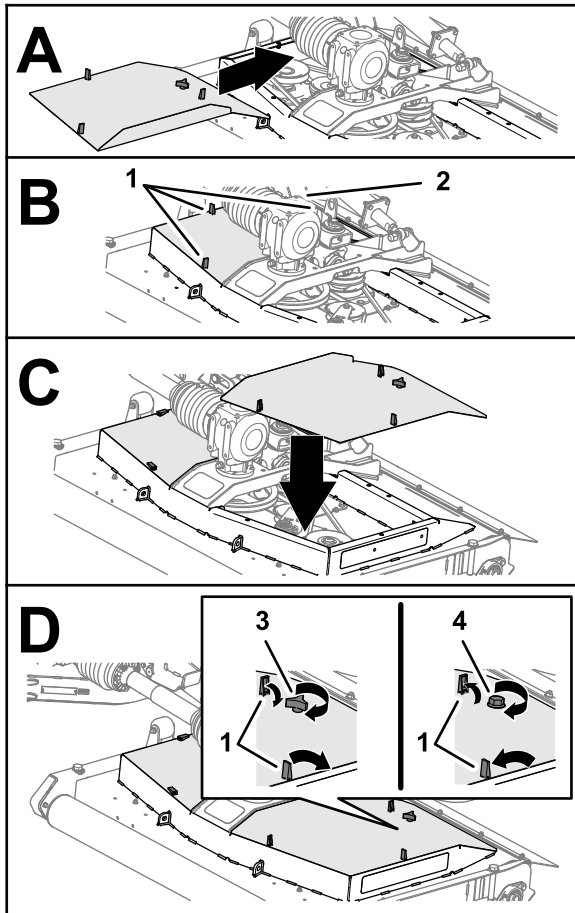

Bild 41
1. Richten Sie die Verriegelungen der Mähwerksabdeckung an den Löchern im Mähwerk aus (Bild 41).
2. Befestigen Sie die Mähwerksabdeckung am Mähwerk (Bild 41).
3. Befestigen Sie die Abdeckung (Bild 41) wie folgt:
4. Schließen Sie die drei Verriegelungen der Abdeckung am Mähwerk (Bild 41).
5. Wiederholen Sie die Schritte 1 bis 4 für die anderen Abdeckungen, die Sie zuvor entfernt haben (Bild 41).